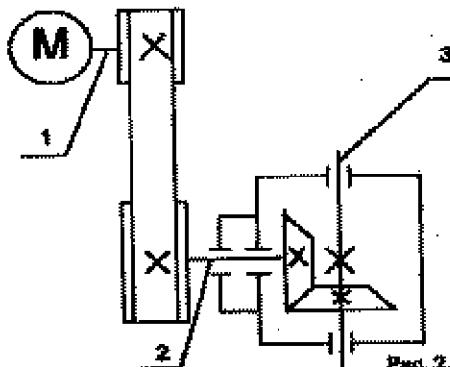

Рис. 2. Кінематична схема привода
- Складаємо кінематичну схему привода і нумеруємо заліз з валу електродвигуна /рис. 2/.